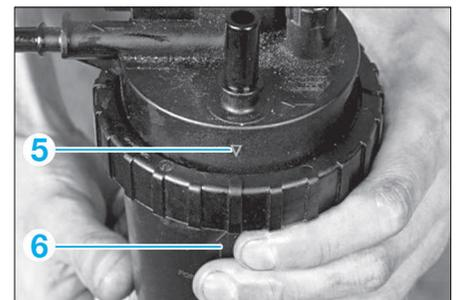

FIG. 32
- Serrer et aligner le repère (5) du couvercle avec celui (6) du corps de filtre (Fig.32).